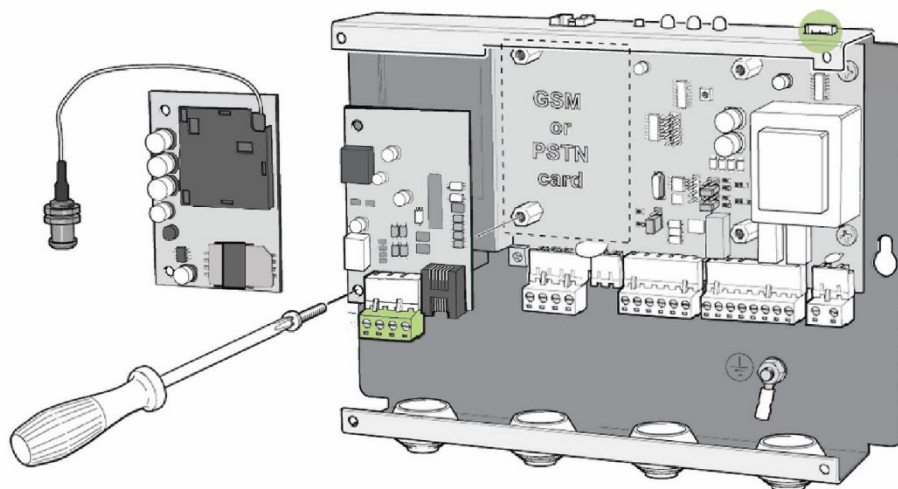

Bild 44 Montera PSTN-kort
3. Sätt in PSTN-kortet enligt Bild 44